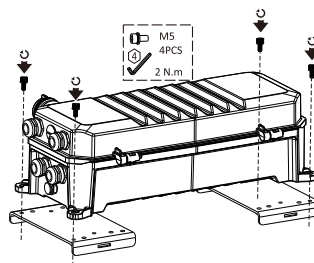

Fig. 23
- 1.3 Fixez le boîtier pilote à la plaque de montage pour pilote à distance (Fig. 23).